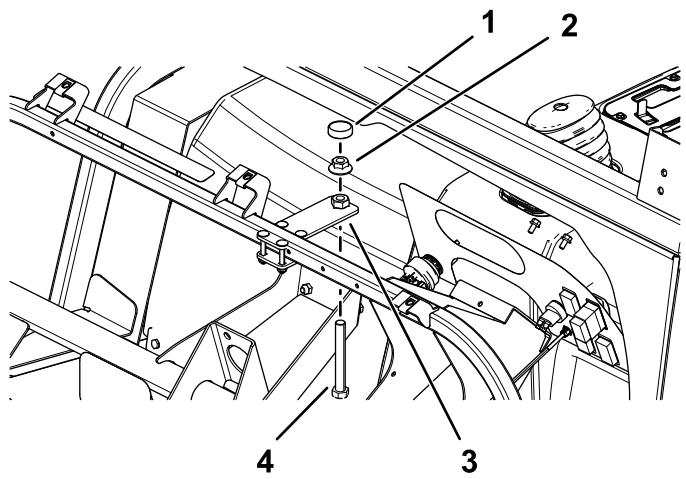

Рисунок 37
- Заверните самонарезающий болт ($\frac{1}{2} \times 4$ дюйма), наверните фланцевую гайку ($\frac{1}{2}$ дюйма) и установите упорную пластину на регулировочную пластину (Рисунок 37).